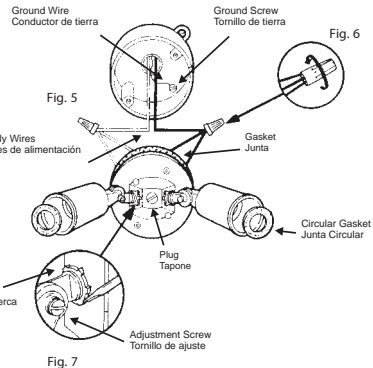

Fig. 7
7. To aim lampholder, loosen locknut and adjustment screw, then re-tighten. To tighten locknut securely, tap with screwdriver until points dig into the metal (Fig. 7)
7. Para dar dirección al portalámparas, afloje la contratuerca y el tornillo de ajuste, y luego vuelva a ajustarlos. Para asegurar bien la contratuerca, golpee suavemente con un destornillador hasta que las puntas se claven en el metal. (Fig. 7)